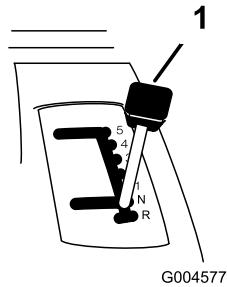

Figura 12
- Ponga la palanca de velocidad sobre el terreno en punto muerto (Figura 12).